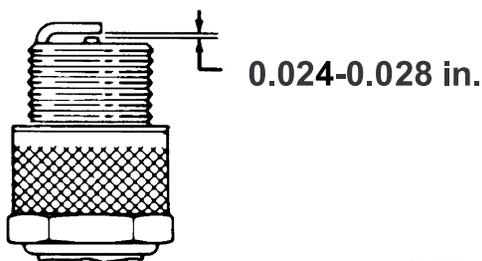

Рисунок 31
3. Убедитесь в том, что воздушный зазор правильный (Рисунок 31).